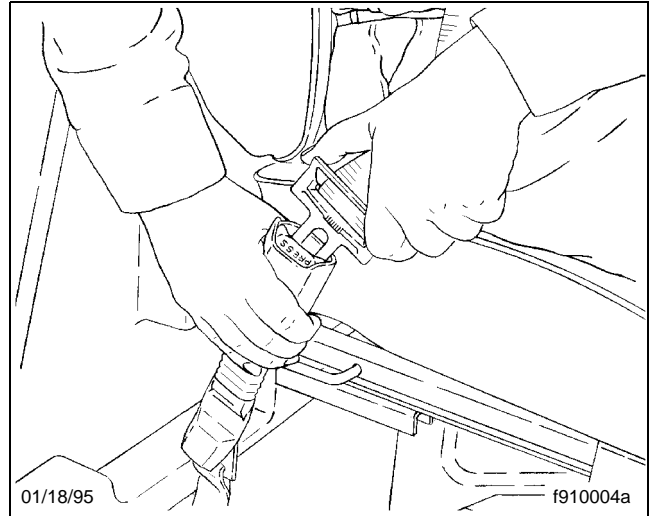

Figura 2.10, Cómo abrochar el cinturón de tres puntos
2. Abroche el cinturón de seguridad de tres puntos metiendo el acoplamiento en la hebilla hasta que se trabe. Vea la **Figura 2.10**. Dé un tirón al cinturón en la hebilla. Si ésta se abre, repita este paso. Si el